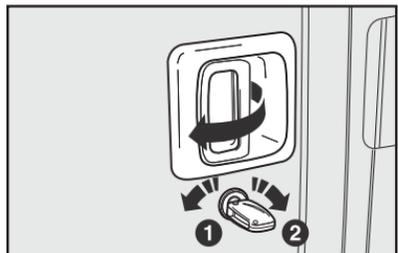
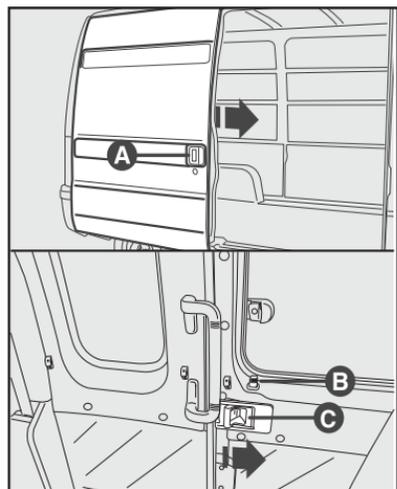

fig. 62
fig. 64
Girar a chave na posição **2-fig. 62** e puxar a maçaneta no sentido indicado pela seta.
Girar a chave na posição **1-fig. 62**.
## PORTA DESLIZANTE LATERAL - fig. 64
Para a abertura, acionar a maçaneta **A-fig. 64** e empurrar a porta até o fim do curso.
Para fechar, acionar a maçaneta **A-fig. 64** e puxar (ver indicação de fechamento da porta da cabine **fig. 62**).
Certificar-se de que o pino de travamento da porta **B-fig. 64** esteja levantado.
- Para abrir a porta deslizante, acionar a maçaneta **C-fig. 64** e puxar a porta.
- Puxar a maçaneta **C-fig. 64** para destravar a porta e empurrar até o total fechamento.
- Abaixar o pino de travamento da porta **B-fig. 64**.
Girar a chave na posição 2-fig. 62 e puxar a maçaneta no sentido indicado pela seta.
Girar a chave na posição 1-fig. 62.